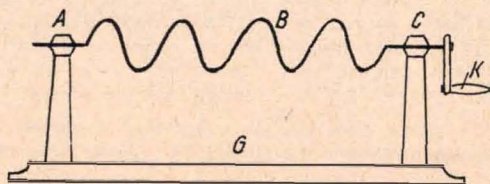

Abb. 2 Wellenmaschine.
enthaltene Signalenergie trifft an einem Ort erst dann ein, wenn dort der Wellenkopf A anlangt. Noch deutlicher läßt sich dies mit der in Abb. 2 gezeigten „Wellenmaschine“ darstellen. Sie ist nichts weiter als eine Spiralfeder, die drehbar bei A und C gelagert und auf einem Grundbrett montiert ist. Dreht man die Spiralfeder mittels der Kurbel K, so sieht man die Phase (B) wandern, ohne daß sich der gesamte Wellenzug von der Stelle rührt. Erst wenn das Grundbrett G geschoben wird, kommt eine Ausbreitungsgeschwindigkeit der Welle hinzu.